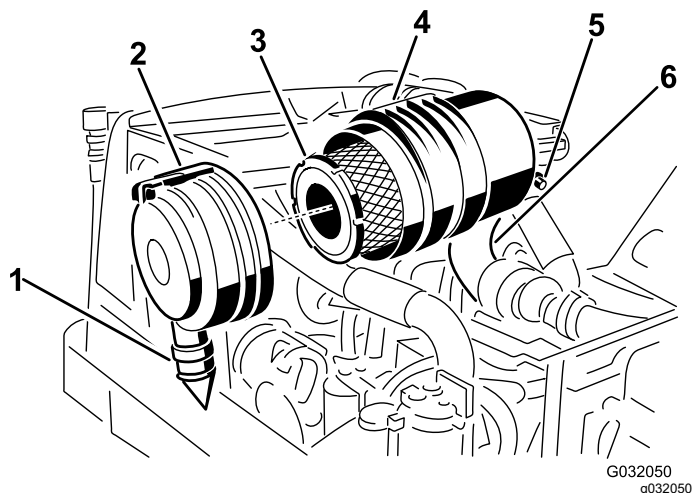

图 48
2. 拆下主滤芯 图 48。
3. 更换主滤清器 图 48。
7. 安装盖子时将橡胶排气阀位置朝下——即从末端看介于5点钟至7点钟位置之间并用门锁固定 图 48。